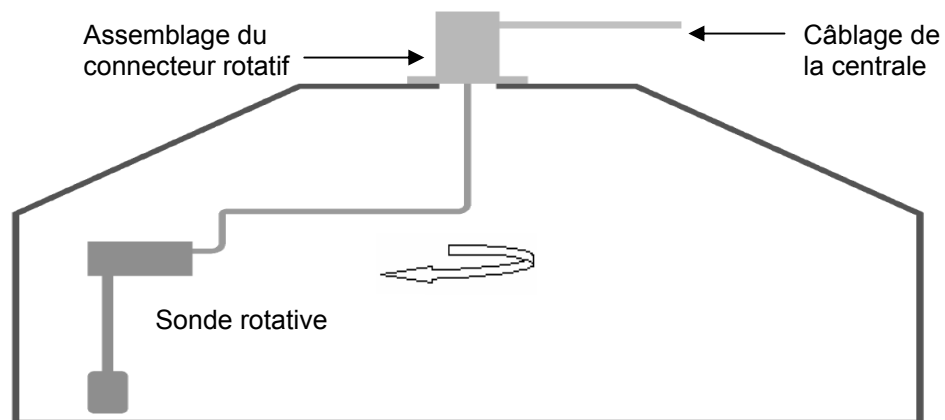

Figure 12 – Connexion de l'Hydro-Probe Orbiter au connecteur rotatif
- En règle générale, la sonde doit être fixé le long du bras de la pale racleuse à environ 1/4 à 1/3 de la distance en partant de la paroi du malaxeur (voir Figure 10). La platine de la tête de détection doit être orienté à un angle de 55° par rapport au centre du malaxeur. Ce réglage doit être effectué à l'aide de l'outil d'alignement fourni (voir Figure 12 pour de plus amples informations).